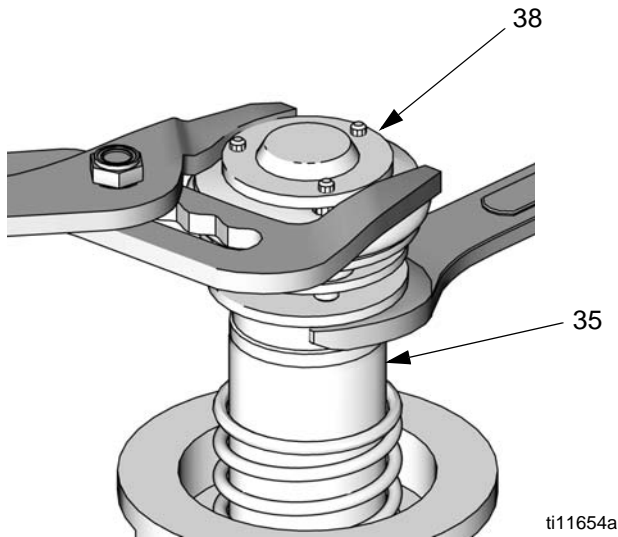
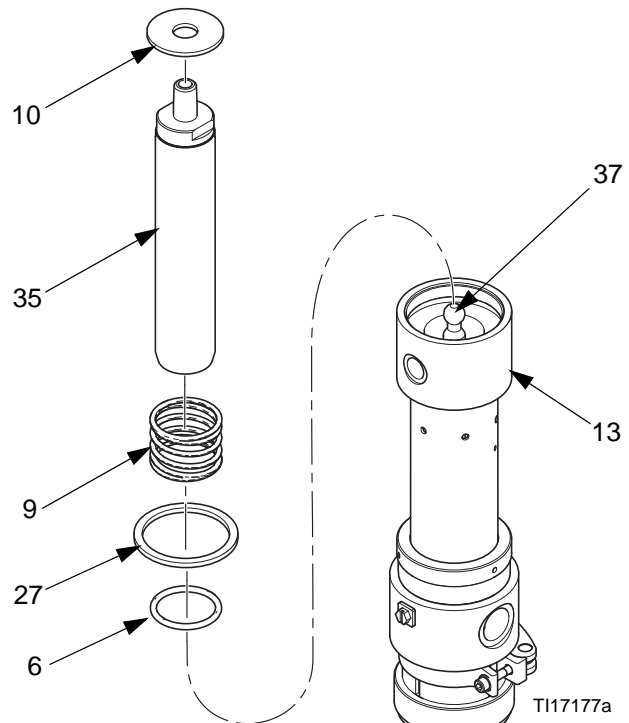

FIG. 11
FIG. 13
3. Usare una pinza sulla piastra superiore del pistone della valvola dell'aria (38) e una chiave sull'asta del pistone (35) per svitare il pistone della valvola dell'aria dall'asta del pistone. Vedere la FIG. 11.
4. Rimuovere la rondella (10), la molla inferiore (9) e la guarnizione (27). Controllare l'eventuale presenza di usura o danni e sostituirle se necessario. Vedere la FIG. 13.
1. Reinstallare l'o-ring (6). Ricollegare l'asta del pistone (35) e l'asta di collegamento della pompa (37). Vedere la FIG. 13.
2. Reinstallare la guarnizione (11), la molla (9) e la rondella (10). Riasssemblare il pistone (38). Applicare del sigillante per filettature alle filettature dell'asta del pistone (35) e avvitare attentamente il pistone (38) sull'asta. Vedere la FIG. 11 e la FIG. 13.